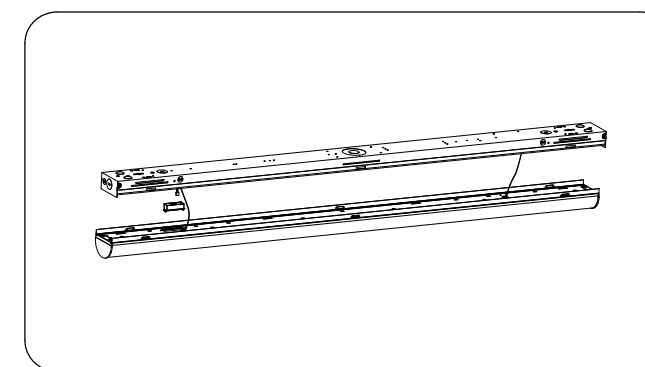

Figure 3
Étape 2 : insérer la fiche du fil à trois conducteurs existant dans la borne du détecteur approuvé (Figure 3).